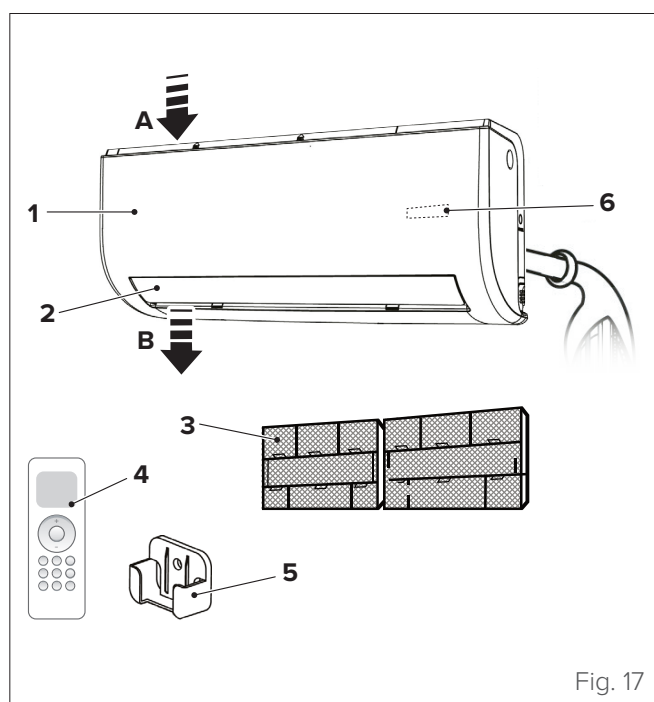

Fig. 17
- 2 Utiliser un support ou une cale pour soulever l'unité afin qu'il y ait suffisamment d'espace pour connecter les lignes frigorifiques, les câbles électriques et le tuyau de drainage (voir « Fig. 17 »).